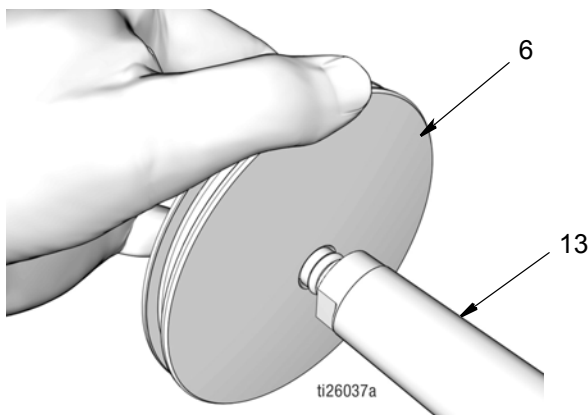

FIG. 48
- Pousser le piston (6) sur l'extrémité de la tige de piston (13) jusqu'à ce qu'il soit en butée sur la tige (FIG. 48).